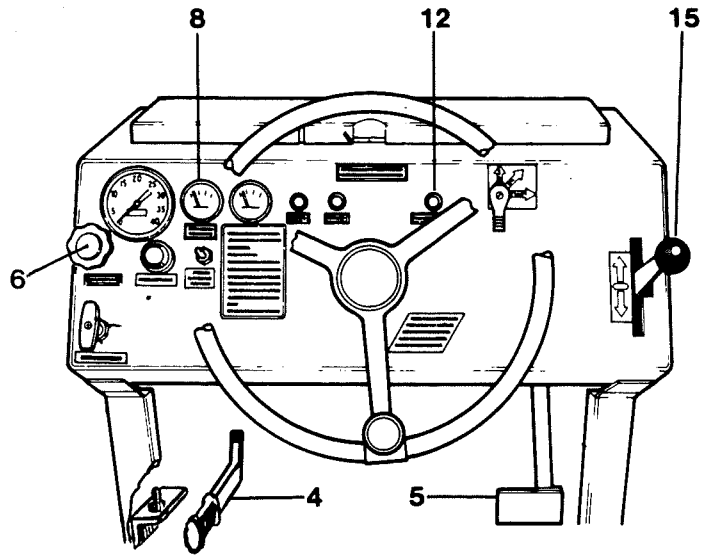

Fig. 17
- 4 Desserrer le frein de stationnement (2) en amenant le levier du haut vers le bas. Le témoin (12), fig. 17, du frein de stationnement doit s'éteindre.
- 5 Placer le levier de marche avant/arrière (15) en position de direction désirée. Régler la vitesse avec le levier. Le rouleau s'arrête quand le levier est en position neutre.
- 6 Pendant la conduite, s'assurer que les indicateurs indiquent des valeurs normales et que les témoins ne sont pas allumés. Température maximale de l'huile hydraulique (8): 82°C.
- 7 S'assurer que le frein à pied (5) fonctionne. (Voir les instructions d'entretien).